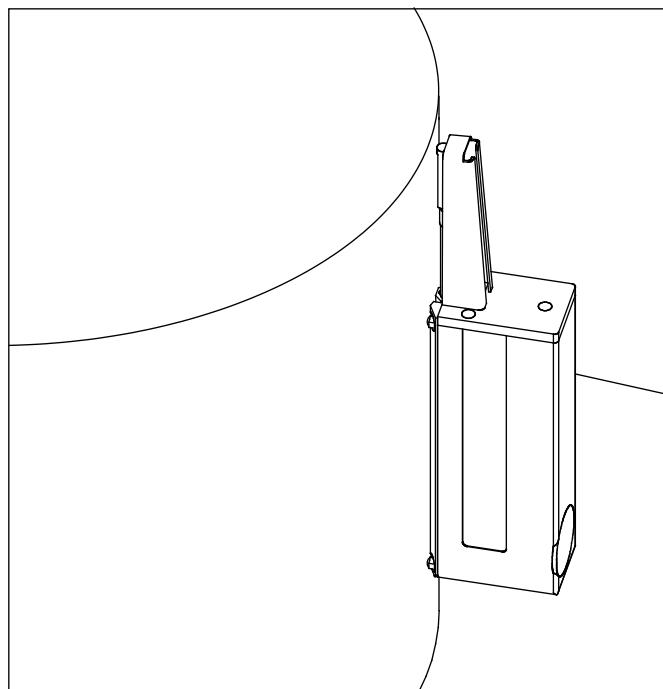

Fig. 10
- L'unité d'avance est pressée à la main contre une surface perpendiculaire. Selon la tâche de mesure, elle est orientée verticalement (*v. fig. 10*) ou horizontalement.